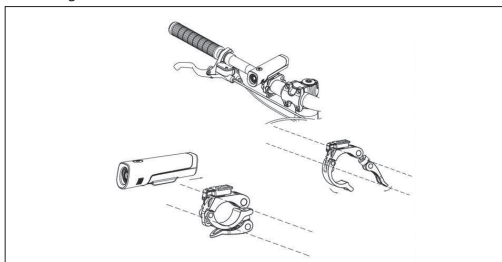

Figura 9-1
- Monte a luz frontal no guidador, conforme mostrado em [Figura 9-1].